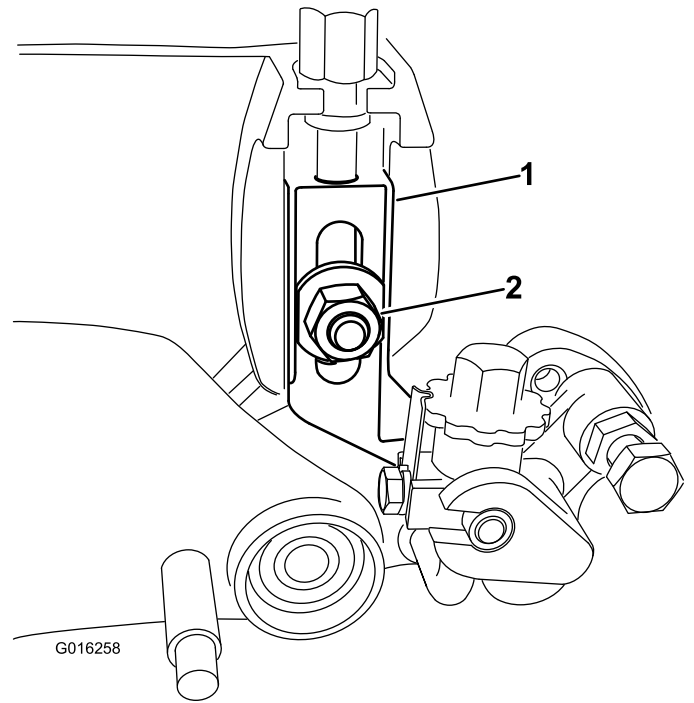

图 5
5. 卸下将剪草高度臂组件固定至侧板的防松螺栓、螺母和垫圈图 5。